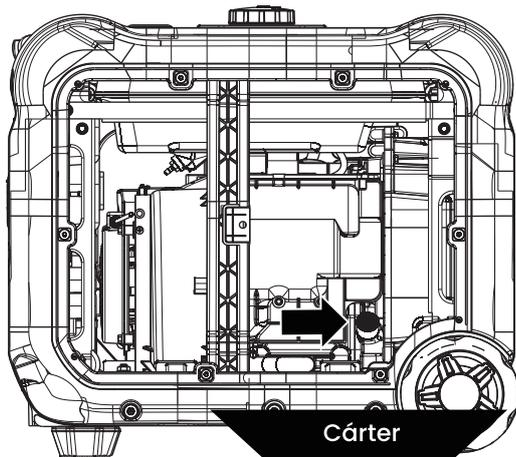

Figura 9: Coloque el cárter de aceite debajo del tapón de relleno/drenaje de aceite.
4. Ponga el cárter de aceite (o recipiente adecuado) debajo del tapón de relleno/drenaje de aceite (vea la Figura 9).